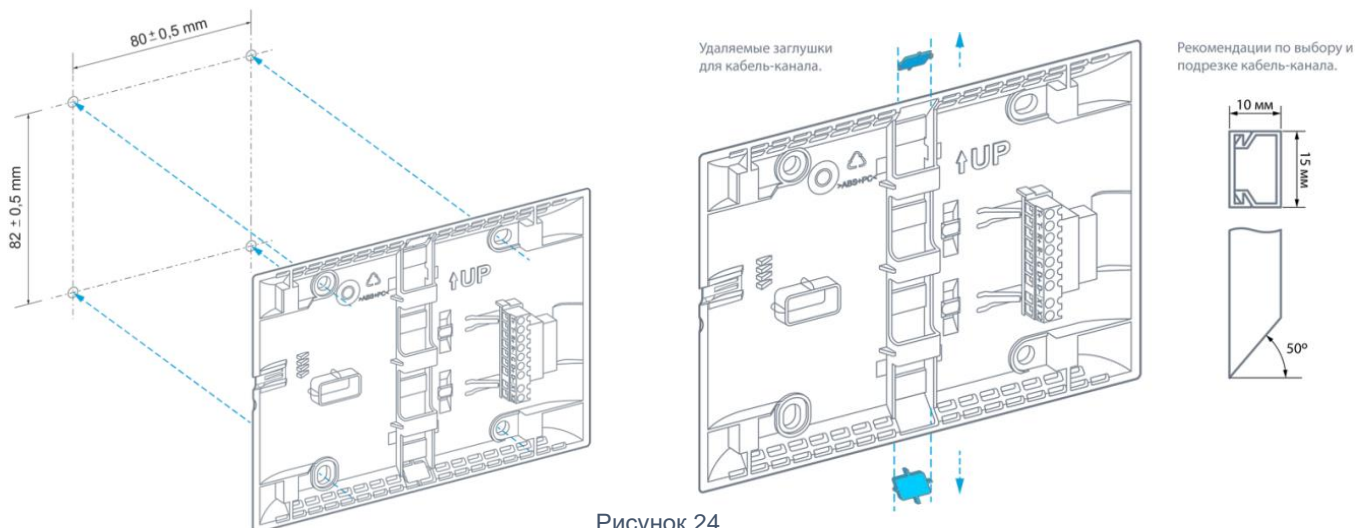

Рисунок 24
2. Подготовить отверстия для монтажа контроллера под используемый вид крепежа. Положение и диаметры монтажных отверстий кронштейна, рисунок 24.
3. В случае подвода кабелей и проводов к прибору через кабель-канал, нужно удалить нижнюю или верхнюю заглушку кронштейна, рисунок 24.